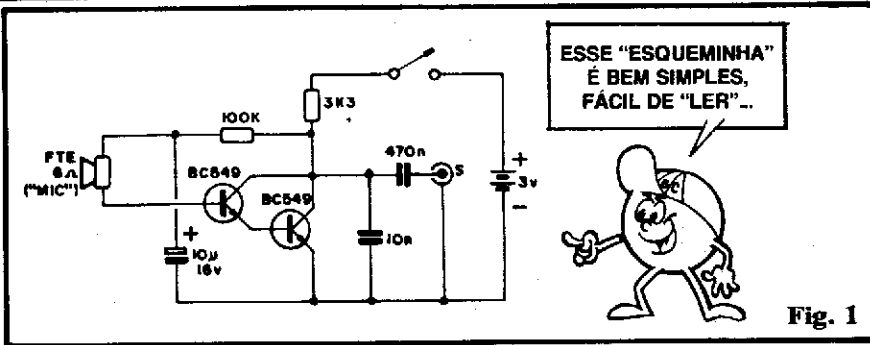

Fig. 1
- FIG. 1 - "Esquema" do circuitinho, já incluindo, naturalmente, o próprio mini-alto-falante usado para "traduzir" o som em sinais elétricos... A estrutura é muito simples, e suas bases conceituais já foram estudadas em recentes "Aulas" do ABC... Nenhuma das peças apresenta qualquer tipo de "dificuldade", tanto no seu reconhecimento, identificação de terminais e valores, por parte do Leitor/"Aluno", quanto na pró-